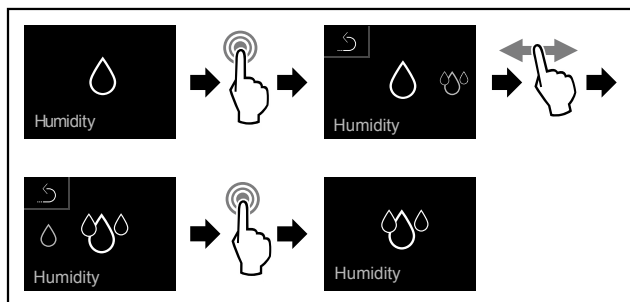

Fig. 69
- ▶ Hajtsa végre a művelet lépéseit (lásd Fig. 69) .